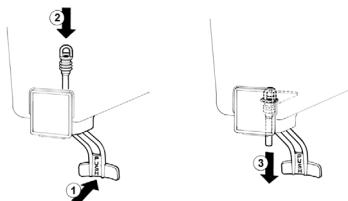

figura 4
**2 Grifo con tubo de goma:** empujar la palanca mando grifo (1) y insertar el tubo de goma de salida en su situación vertical en el fondo del contenedor (2). Tirar (3) ligeramente hacia abajo la extremidad del tubo de goma hasta ajustarlo completamente (ver figura 4).